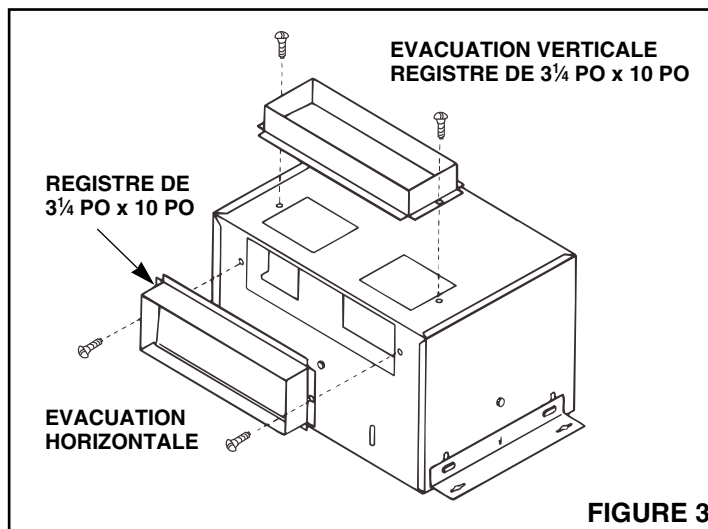

FIGURE 3
4. **Refer to Figure 3.** Mount 3¼" x 10" damper section on top of housing for vertical discharge or on the side of housing for horizontal discharge with two (2) screws furnished.
4. Voir Figure 3. A l'aide des deux (2) vis fournies, monter le registre de 3¼ po x 10 po en haut du boîtier pour une évacuation verticale, ou sur le côté du boîtier pour une évacuation horizontale.